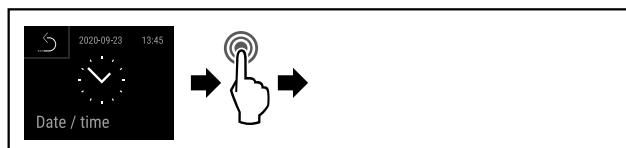

Fig. 105
- Seguir los pasos de procedimiento (consulte Fig. 105).